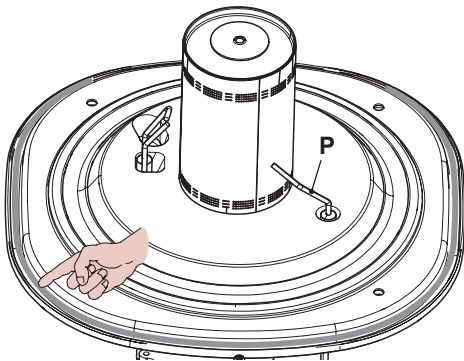

Figura 9.13
- La guarnizione in silicone della parete frontale della camera di combustione Figura 9.13 deve essere cambiata se deteriorata e comunque deve essere obbligatoriamente sostituita ogni 2 anni.
- L'elettrodo di rivelazione P in Figura 9.13 funge anche da sensore per il corretto scari-